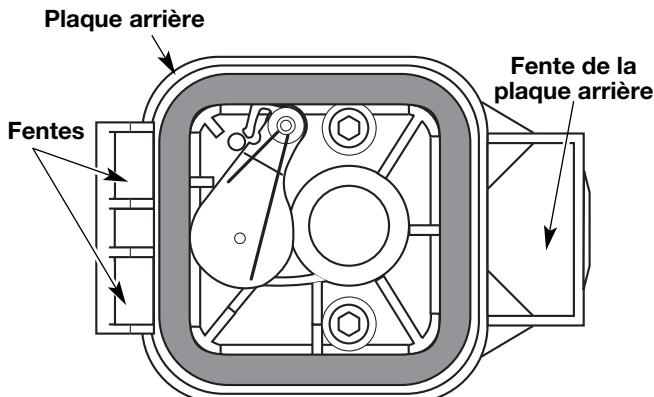

Fig. 60
6. Replacez le filtre (Fig. 60).
7. Réinstallez le couvercle du filtre à air Placez les crochets à gauche du filtre à air dans les fentes à gauche de la plaque arrière (Fig. 60).
8. Pivotez le couvercle vers la droite jusqu'à ce que la languette du couvercle du filtre s'enfonce d'un déclic dans la plaque arrière (Fig. 60).